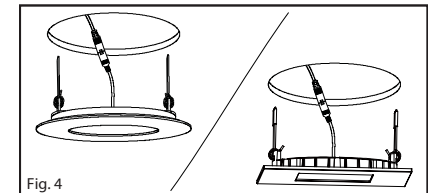

Fig. 4
6. Pull the spring clips on the fixture up and through the cut-out. Spring clips should close above the ceiling and secure recessed LED module in place. (Fig. 4)
4. Tirez les pinces à ressort de l'appareil vers le haut et à travers la découpe. Les clips à ressort doivent se fermer au-dessus du plafond et sécuriser le module LED encastré en place. (Fig. 4)